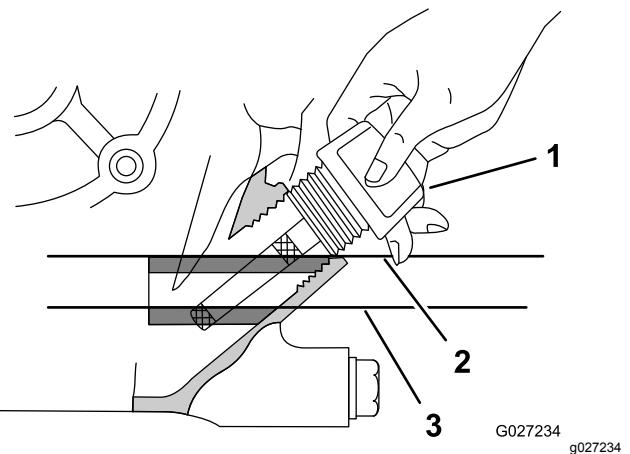

Bild 8
5. Stecken Sie den Peilstab des Motors wieder ein, wie in Bild 8 dargestellt.
6. Entfernen Sie den Peilstab vom Einfüllstutzen und kontrollieren Sie auf den Ölstand auf dem Peilstab (Bild 8).
**Hinweis:** Der Motorölstand muss zwischen den mit der Schraffur gekennzeichneten Bereichen des Peilstabs liegen (Bild 8).
8. Schrauben Sie den Peilstab handfest im Einfüllstutzen ein (Bild 8).
4. Entfernen Sie den Peilstab aus dem Motor und wischen Sie ihn mit einem sauberen Lappen ab (Bild 8).